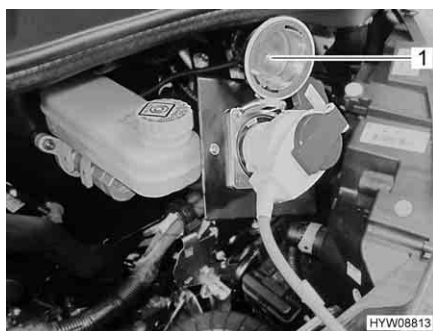

Fig. 36 Collegamento a 230 V
- Ruotare il coperchio (Fig. 36,1) in senso antiorario (chiusura a baionetta) e ribaltarlo verso l'alto.
- Inserire l'innesto rapido. Durante questa operazione il cavo di allacciamento deve trovarsi sopra la griglia di raffreddamento (Fig. 36).
- Sganciare il nasello di innesto sul veicolo, tirare l'innesto rapido e chiudere il coperchio (Fig. 36,1) del collegamento a 230 V.